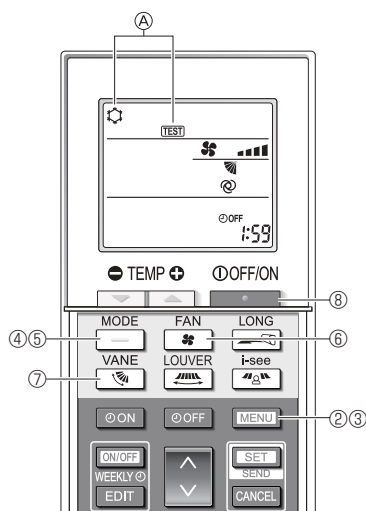

Fig. 7-8
- ① Mettez l'appareil sous tension au moins 12 heures avant l'essai de fonctionnement.
- ② Appuyez sur la touche **MENU** pendant 5 secondes. (Fig. 7-8)
- ③ Appuyez sur la touche **MENU**.
La mention (A) [TEST] et le mode de fonctionnement en cours sont affichés. (Fig. 7-8)
- ④ Appuyez sur la touche **MODE** pour activer le mode refroidissement, puis vérifiez que de l'air froid est soufflé par l'appareil.
- ⑤ Appuyez sur la touche **MODE** pour activer le mode chauffage, puis vérifiez que de l'air chaud est soufflé par l'appareil.
- ⑥ Appuyez sur la touche **FAN** et vérifiez que la vitesse du ventilateur change.
- ⑦ Appuyez sur la touche **VANE** et vérifiez que l'aillette automatique fonctionne correctement.
- ⑧ Appuyez sur la touche **OFF/ON** pour terminer l'essai de fonctionnement.